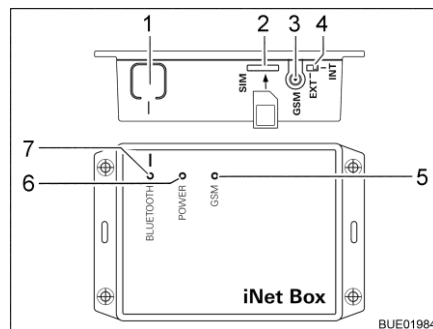

Bild 109 Truma iNet-Box
- Taste BLUETOOTH (Bild 109,1) an der iNet-Box 1 Sekunde lang drücken. Die Truma iNet-Box ist ca. 2 Minuten lang im mobilen Endgerät sichtbar (Name: "Truma iNet-Box"). In diesem Zeitraum blinkt die blaue LED BLUETOOTH (Bild 109,7).
- Mini-SIM-Karte mit eigener Rufnummer und ausreichendem Guthaben vorsichtig wie dargestellt in den Steckplatz (Bild 109,2) der Truma iNet-Box schieben, bis sie einrastet. Die rote LED GSM (Bild 109,5) muss dauerhaft blinken. Wenn die rote LED nach 20 Sekunden erlischt: Mini-SIM-Karte prüfen.